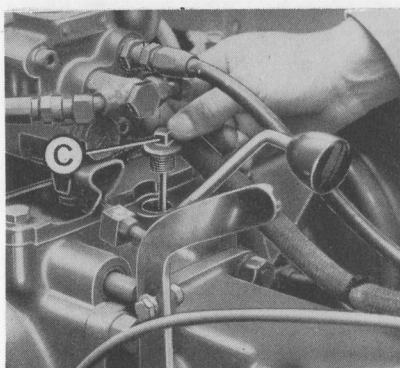

Fig. 18
- 1) profiter que le tracteur est encore chaud, dévisser le bouchon de remplissage (C), Fig. 18,
Avant chaque mise en route, le tracteur étant horizontal, il convient de vérifier le niveau d'huile au moyen de la jauge qui est fixée sur le bouchon de remplissage (C), Fig. 18.